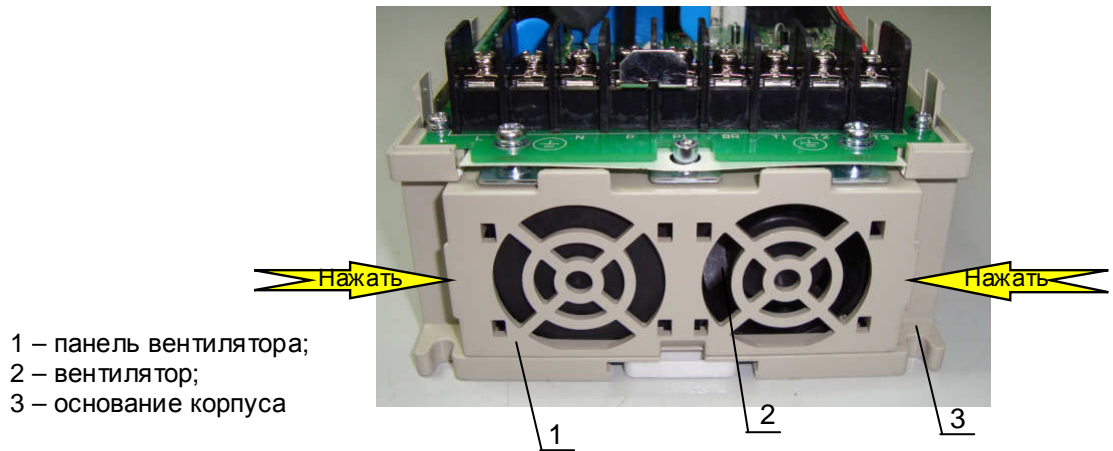

Рис.6.7
7.4.1. Нажать на фиксаторы, вынуть панель вентилятора 1 из основания корпуса 3 (рис. 6.7).